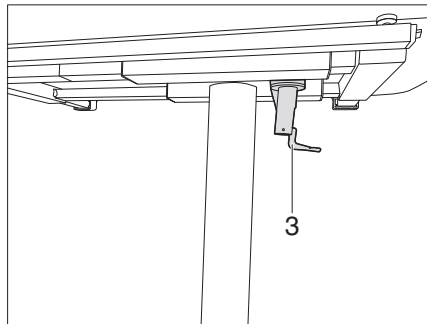

Bild 125 Klapptisch verriegeln
- Den Verriegelungshebel (Bild 125,3) nach rechts schwenken. Der Hubtisch ist verriegelt und kann nicht mehr verschoben werden.